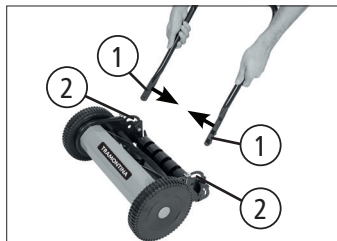

Fig. 02
Fixe o braço inferior ao cortador encaixando, pela parte interna do cortador, os pinos (1) do braço nos furos (2) de encaixe do cortador [Fig. 02].